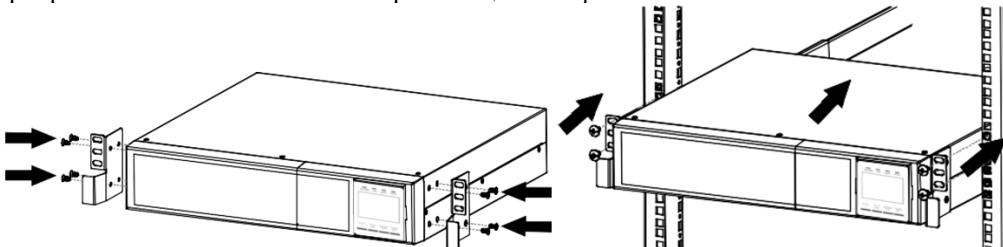

Рисунок 6 – Порядок установки ИБП в стандартный шкаф или стойку для телекоммуникационного оборудования шириной 19 дюймов
7.1.3 Установку ИБП в шкаф следует производить при помощи монтажного комплекта MK25 (монтажный комплект MK25 не входит в комплект поставки ИБП, и может быть приобретен дополнительно при заказе ИБП) в следующей последовательности (рисунок 6):